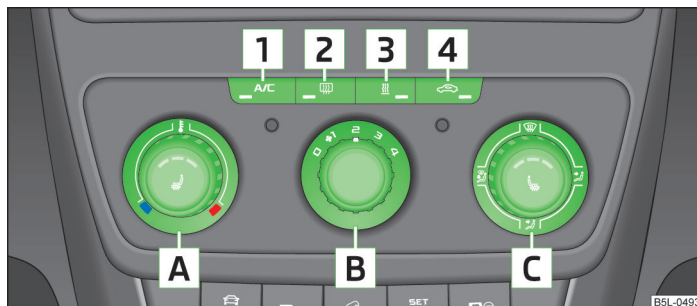

Fig. 91 Climatizzatore: Comandi
- Per aumentare la temperatura, ruotare la manopola **A** » fig. 91 verso destra.
- Per inserire il ventilatore, portare l'interruttore del ventilatore **B** » fig. 91 in una delle posizioni da 1 a 4.
- Premere il tasto  **4** per chiudere l'apporto di aria fresca » fig. 91.
➤ Con la manopola di regolazione dell'aria [C] » fig. 91 sarà possibile regolare la direzione del getto d'aria » pagina 87, *Bocchette di ventilazione*.
- Premere il tasto [AC] [1] » fig. 91. La spia nel tasto si illumina.
- Premere il tasto [ON] [2] » fig. 91. Altre informazioni » pagina 51, *Riscaldamento parabrezza e lunotto*.
- Premere il tasto [ON] [3] » fig. 91 per inserire/disinserire direttamente il riscaldamento supplementare (riscaldamento e ventilazione autonomi). Altre informazioni » pagina 96, *Riscaldamento supplementare (riscaldamento e ventilazione autonomi)*.
- La spia di controllo nel tasto [AC] » fig. 91 si accende all'inserimento dell'accensione anche se non tutte le condizioni per il funzionamento dell'impianto di raffreddamento sono soddisfatte. L'accensione della spia di controllo all'interno del tasto segnala che l'impianto di raffreddamento può essere messo in funzione. ■
- Elementi di comando **A**, **B**, **C** e il tasto **1** e **4** » fig. 91 a pagina 90.
- Premere il tasto  **4** » fig. 91 a pagina 90; nel tasto si accenderà la spia di controllo.
Se la manopola di regolazione dell'aria  » fig. 91 a pagina 90 si trova in posizione , il ricircolo sarà automaticamente disattivato. Premendo ripetutamente il tasto  è possibile reinserire il ricircolo anche in questa posizione.